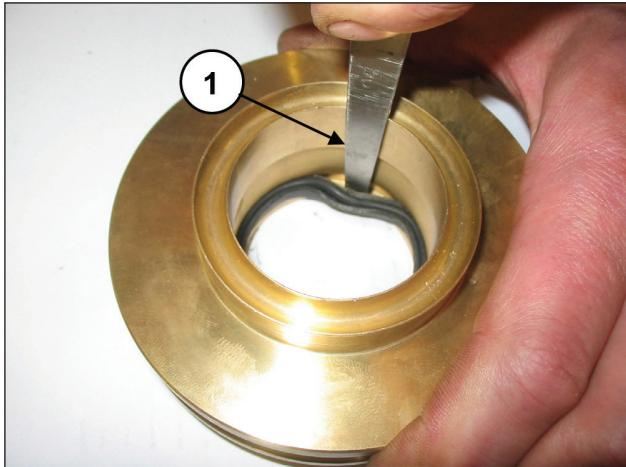

图133
要拆除低压密封圈，必须使用厚度计或不会损坏密封圈底座底部的工具（部件号①, 图133）。